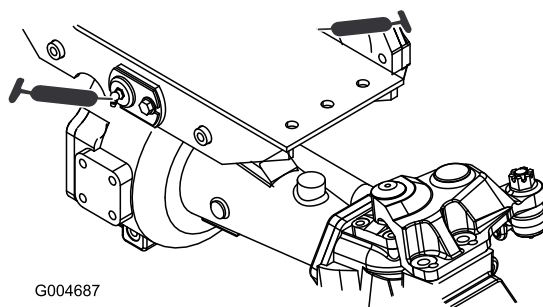

Рисунок 35
- Втулки шарниров переднего и заднего моста (2 шт.) (Рисунок 35)